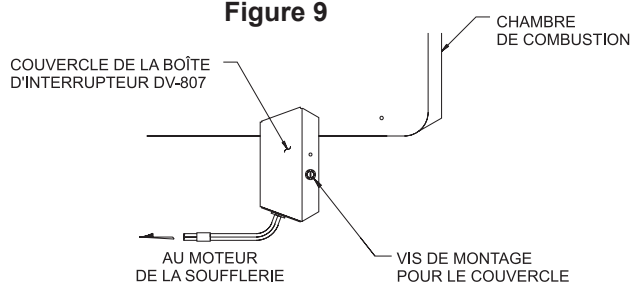

Figure 10
9. Attacher le couvercle de la boîte d'interrupteur à la boîte d'interrupteur en utilisant la vis à tête hexagonale #8 x 1/4" (6mm). (Voir Figure 10)